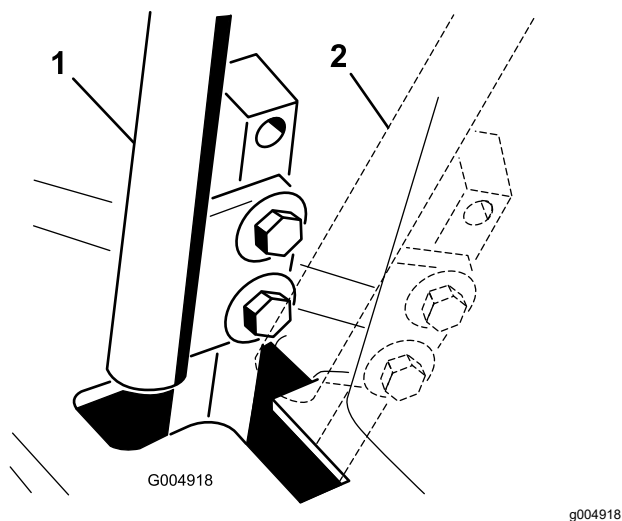

図 51
4. コントロールレバーをニュートラル位置にするロック位置にはしない(図 51)。
6. コントロールレバーと、コンソールのノッチとの位置関係を見る(図 51)。